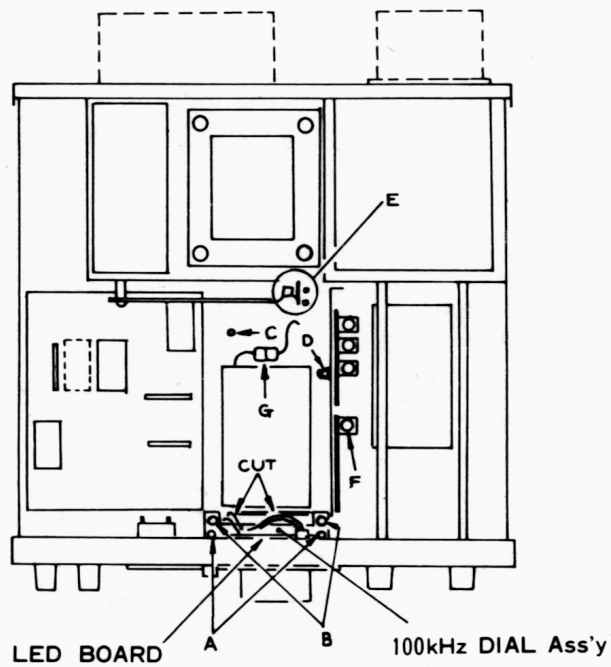

Figura 1
- 2) Remueva los tornillos marcados “A” en la Figura 1. Estos tornillos sostienen el impreso de los “LED”.
- 3) Remueva los tornillos marcados “B” de la figura 1, y levante el panel del contador análogo.
- 6) Instale las dos guías en los huecos previamente ocupados por los tornillos “A”. Hecho esto, instale el impreso de los LEDS. Monte el soporte en el hueco “C” mostrado en la figura 1.
- 8) Instale la UNIDAD CONTADORA. Use los tornillos instalados previamente en "A" para asegurar el módulo en el punto "C" (soporte) y "D" de la Figura 1. Instale el conector de 9 pines de la UNIDAD CONTADORA en el zócalo de 9 pines, en el punto "G" del dibujo. El cable coaxial que sale de la UNIDAD CONTADORA se conecta en el punto "F" de la Figura 1.